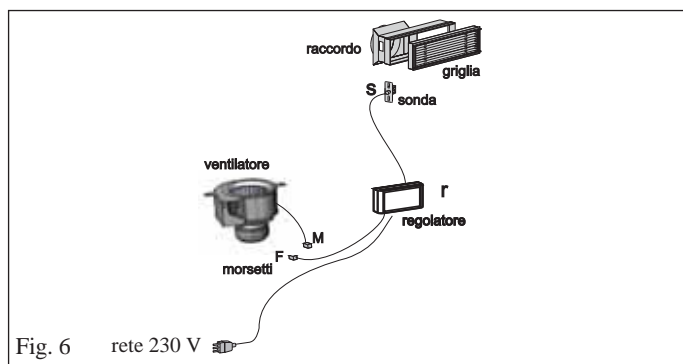
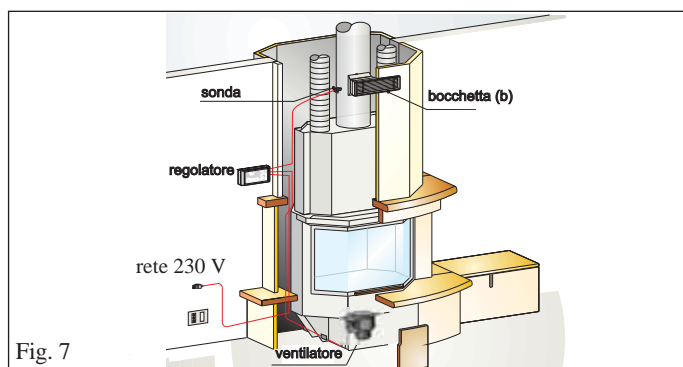

Fig. 6
Fig. 7
- Collegare i due connettori M e F (fig. 6).
- Dal regolatore (r - fig. 6) stendere il cavo di alimentazione fino alla presa di corrente
- Il cavo con la sonda (s - fig. 6) va invece portato fino ad una delle bocchette (b - fig. 7) di uscita dell'aria calda normalmente poste sulla controcappa.